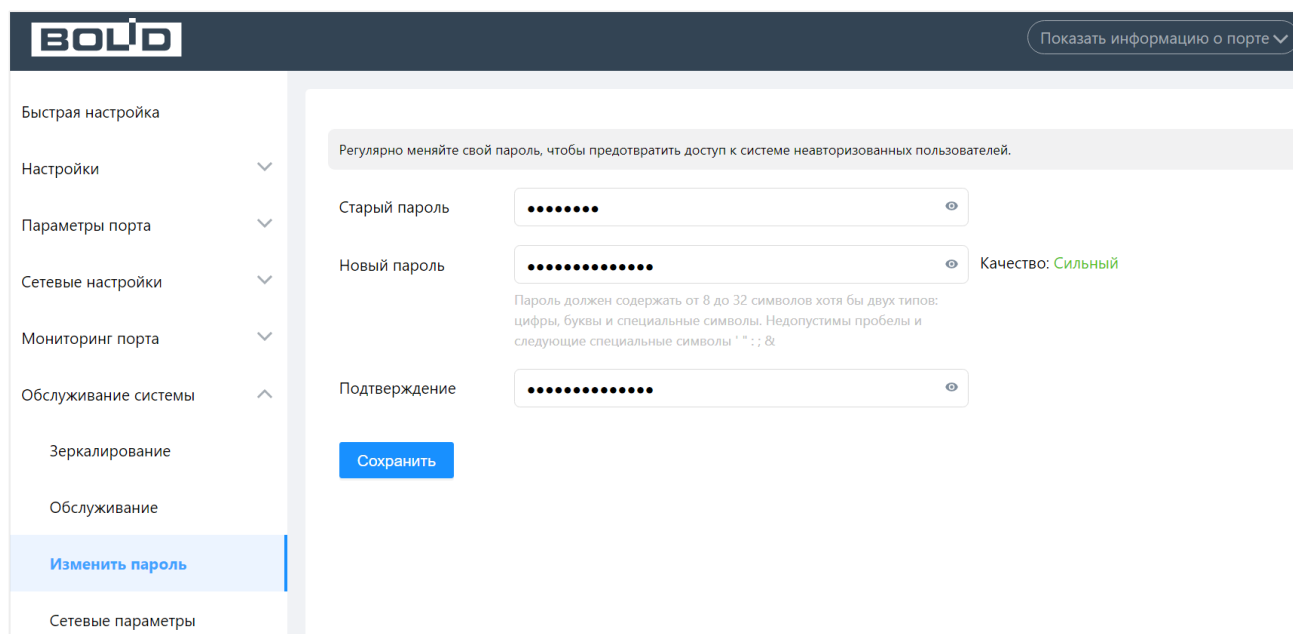

Рисунок 13.6 – Изменение пароля
1. Введите старый пароль устройства в текстовое поле «Старый пароль» (Рисунок 13.6).